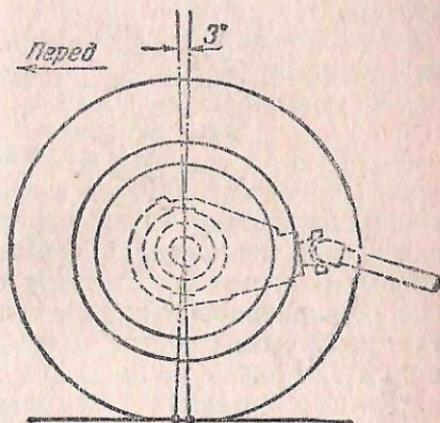

Рис. 68. Наклон шкворня поворотной цапфы назад (кастер)
- угол наклона шкворня назад (рис. 68) — 3° ;
При наклоне шкворня назад (рис. 68) точка пересечения оси шкворня с дорогой расположена впереди точки соприкосновения с ней колеса. Благодаря этому возникающая при повороте автомобиля боковая сила (реакция центробежной силы) противодействует повороту колес и способствует возвращению их в нейтральное положение. Поэтому при повороте колес из нейтрального положения требуется значительно большее усилие, тогда как в нейтральное положение они возвращаются почти самостоятельно.